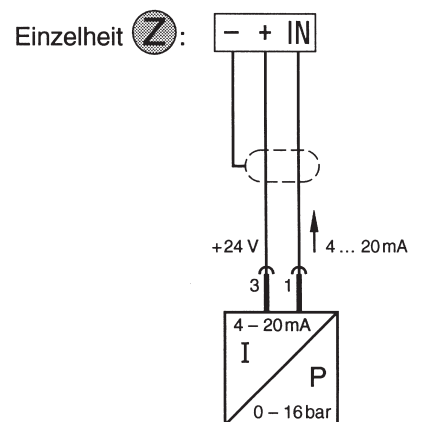
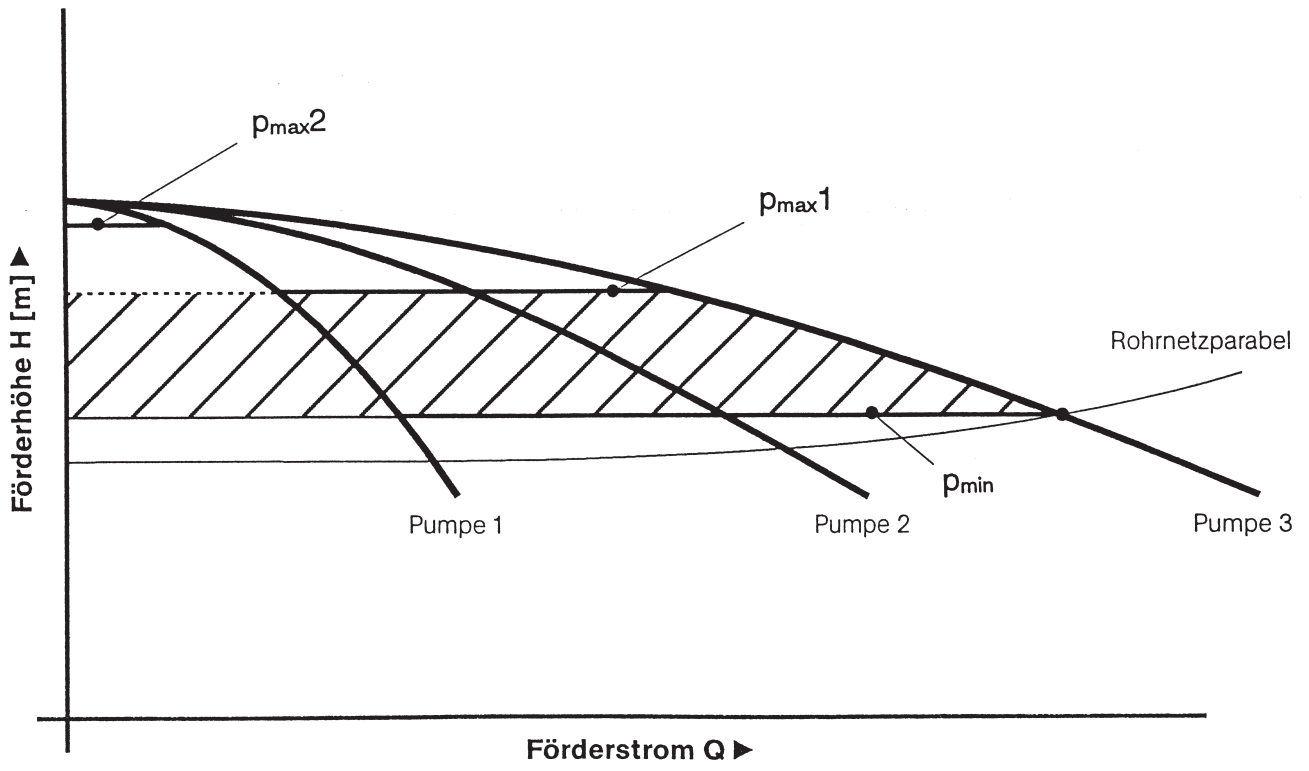

Fig. 2
Fig. 5
Когда при первоначально не работающей станции после начала разбора воды давление в системе опускается ниже уровня давления включения p_{min} , включается первый насос (рис. 5, диаграмма характеристик). При последующем падении давления ниже уровня давления включения из-за возрастающего расхода воды каждый раз подключается очередной насос. При уменьшении расхода воды давление в системе наоборот начинает повышаться. При достижении первого уровня выключения p_{max}^1 отключается один насос. При повторном достижении первого уровня выключения отключается следующий насос и т.д. Последний работающий насос выключается лишь при более высоком давлении – втором уровне выключения p_{max}^2 . При этом давлении подача воды очень мала (см. характеристику насоса на рис. 5). Процессы включения–выключения пиковых насосов осуществляются с задержкой по времени, для того чтобы избежать флаттерных переключений. Время задержки регулируется с помощью потенциометра t_d (рис. 2/3, поз. 8) между
0 и 2 мин. Оно начинает действовать с пуском первого насоса. Задержка осуществляется только в случае, когда насос(ы) работали меньше установленного на потенциометре времени. Уровни давлений включения–выключения устанавливаются с помощью потенциометров p_{min} , p_{max}^1 , p_{max}^2 (рис. 2/3, P5, P6, P7 и табл. 1). Значения уставок для уровней давлений выключения 1 и 2 представляют из себя разности давлений, которые прибавляются к соответствующим более низким уставкам. Если например, с помощью потенциометров заданы давления $p_{min} = 4$ бар, $p_{max}^1 = 2$ бар и $p_{max}^2 = 1$ бар, то это означает: уровень давления включения – 4 бар, первый уровень давления выключения – 6 бар, второй уровень давления выключения – 7 бар.
4.3 Функции устройства управления (рис. 2/3)
- **Внутренняя электронная защита двигателя:** Для защиты от перегрузки для каждого двигателя разрыватель тока должен быть настроен с помощью потенциометра (рис. 2/3, P1, P2, P3, P4) на номинальный ток двигателя согласно шильдику насоса. Клеммы WSK необходимо закоротить.
- **Внешняя защита двигателя по температуре обмотки PSK/PTC:** Если двигатели защищены с помощью защитного контакта в обмотке (WSK) или "холодного проводника" (PTC), то WSK или PTC для каждого двигателя подсоединяется к клеммам, а потенциометры (рис. 2/3, P1, P2, P3, P4) устанавливаются на максимальное значение (вправо до упора).
- **Время задержки:** Время задержки для основного нагрузочного насоса устанавливается с помощью потенциометра t_i (рис. 2/3, P8) между 0 и 2 мин. Оно начинается со стартом первого насоса.
- **Задержка времени срабатывания защиты от недостаточного уровня воды:** Выключение насосов в связи с недостаточным уровнем воды, а также их последующее включение в случае восстановления минимального уровня воды могут быть задержаны по времени. Время задержки задается потенциометром t_o (рис. 2/3, P9) в интервале от 2 сек. до 2 мин.
- **Пробный пуск:** При включенной функции "пробный пуск" каждый насос включается приблизительно через каждые 6 часов приблизительно на 15 секунд. Интервалы пробных пусков жестко запрограммированы и не подвержены влиянию времени наработки, сигналов о недостаточном уровне воды или срабатывания любых датчиков. Пробные пуски важны, в частности, для поддержания в постоянной готовности установок пожаротушения. При замыкании микропереключателя S2 (рис. 2/3) пробные пуски отменяются.
- Клеммную колодку подсоединять в следующем порядке (рис. 2/3):
Переключить клеммы X0 электронной платы в соответствии с указанием "230 В" (см рис. 2)
Переключить клеммы X0 электронной платы в соответствии с указанием "400 В" (см рис. 2) (заводская уставка)